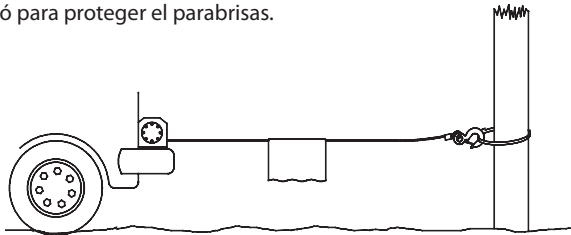

Fig. 6
2. Al tirar de una carga, coloque una manta o una lona sobre al cable, cerca del gancho (véase la Fig. 6). Esto amortiguará el golpe de un cable suelto bajo carga y evitará una lesión grave. Levante el capó para proteger el parabrisas.